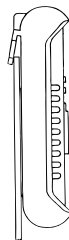

Рис. 6.4
4. Закреплять мультиметр на вертикальной поверхности во время работы и/или хранения (рис. 6.4, 6.6).